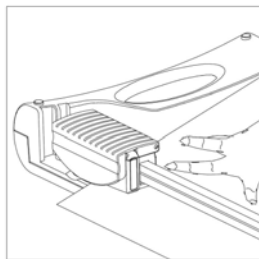

Bild 4
- 2 Schieben Sie den Schneidekopf an eine Seite der Führungsschiene (Bild 4).